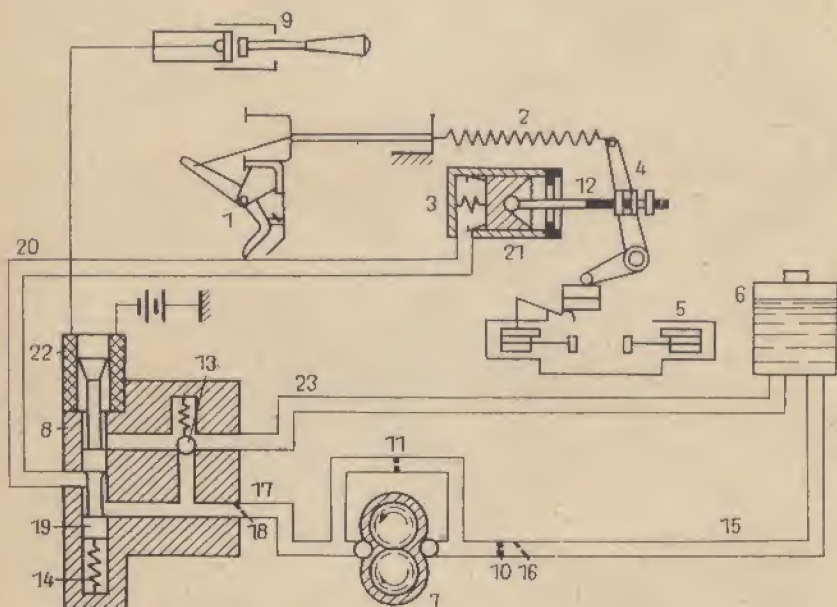

Abb. 91 Hycomat im Stillstand und Leerlauf
Bei leerlaufendem Motor (Abb. 91) läuft die Zahnradölpumpe (7) nur mit geringer Drehzahl. Sie saugt aus dem Ölbehälter (6) über die Saugleitung (15), den Siebfilter (16) und durch die Saugdrosseldüse (10) Öl an. Diese geringe Ölmenge fließt vom Druckkanal der Pumpe durch die Druckdrosseldüse (11) zurück und wird erneut angesaugt. Im Leerlauf kreist das Öl nur innerhalb der